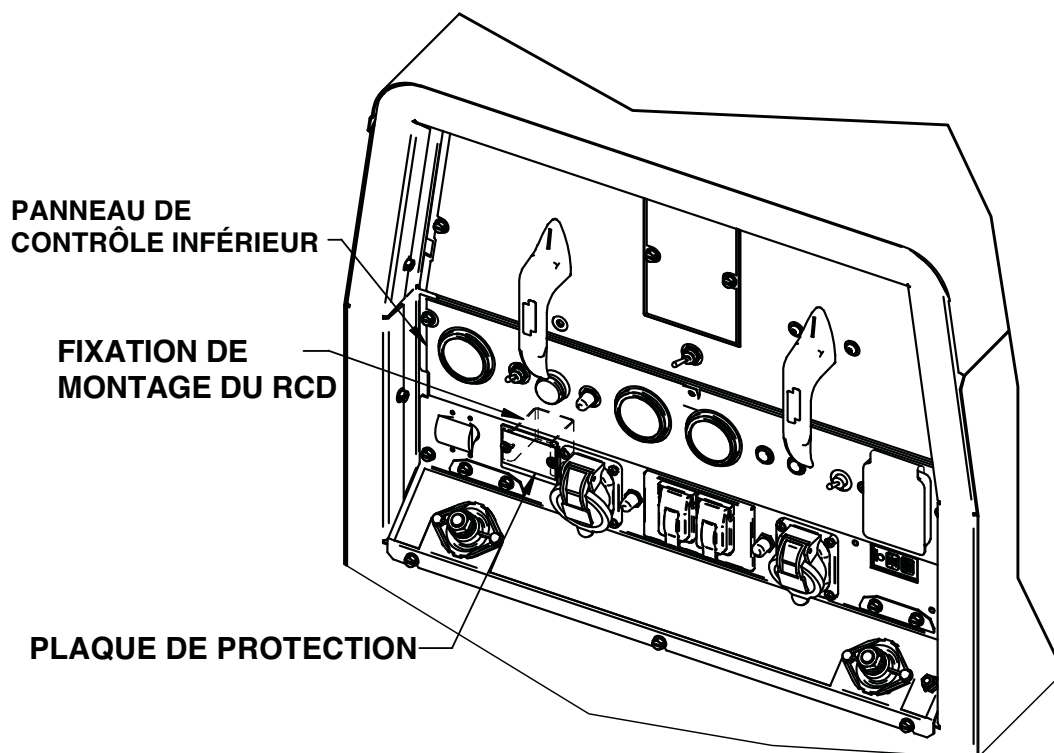

FIGURE 1
3. TOUT EN TENANT LA FIXATION DE MONTAGE DU RCD, RETIRER LES DEUX VIS QUI MAINTIENNENT ENSEMBLE LA PLAQUE DE PROTECTION ET LA FIXATION DE MONTAGE DU RCD. RÉSERVER LA FIXATION DE MONTAGE DU RCD ET LES VIS, ET JETER LA PLAQUE DE PROTECTION. (VOIR LA FIGURE 1).